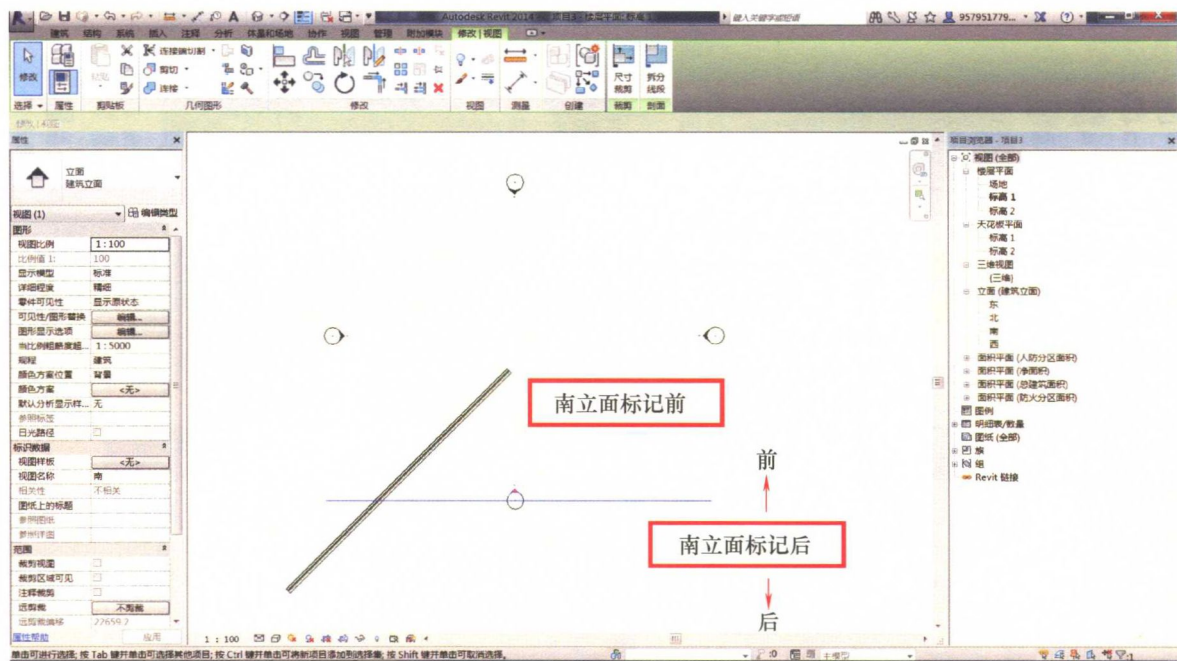
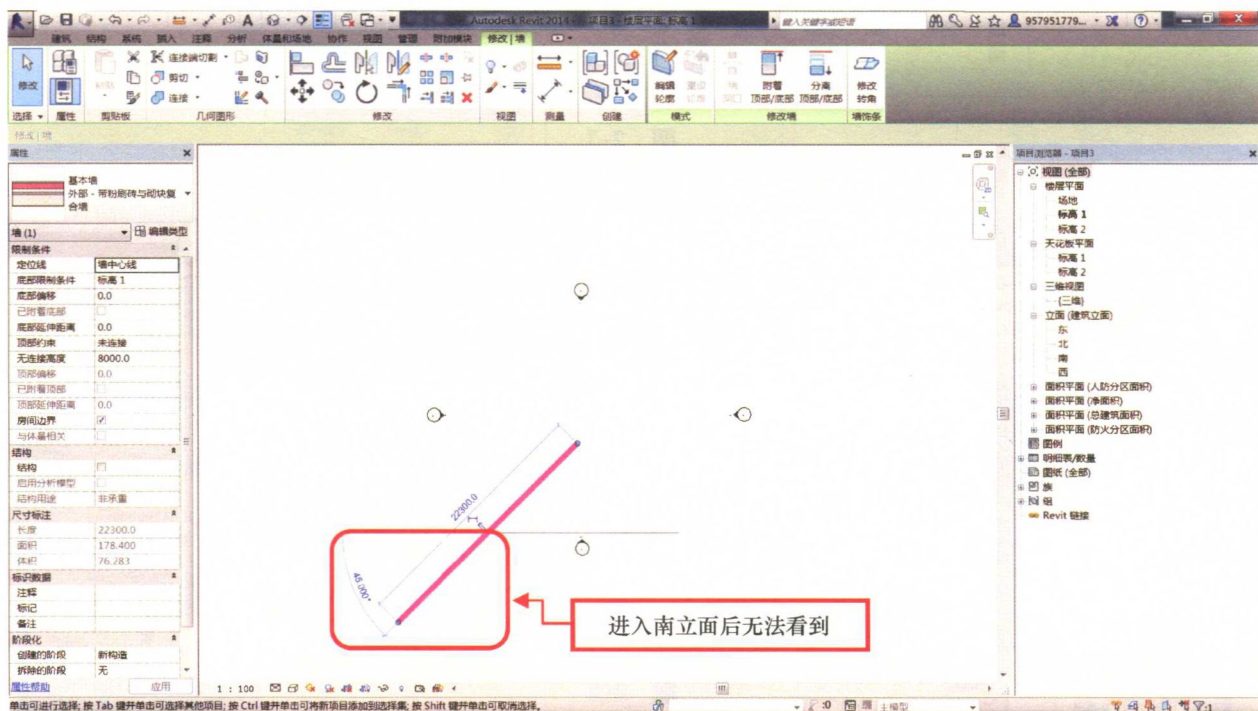

图 2-9
图 2-10
5) 如果模型位于立面标记的外侧,那么在相应的视图里,会看不到这部分的模型,如图 2-9 所示。在楼层平面标高 1 中绘制一段斜向 45°的墙体,穿越立面标记的示意线,观察南立面视图,如图 2-10 所示。